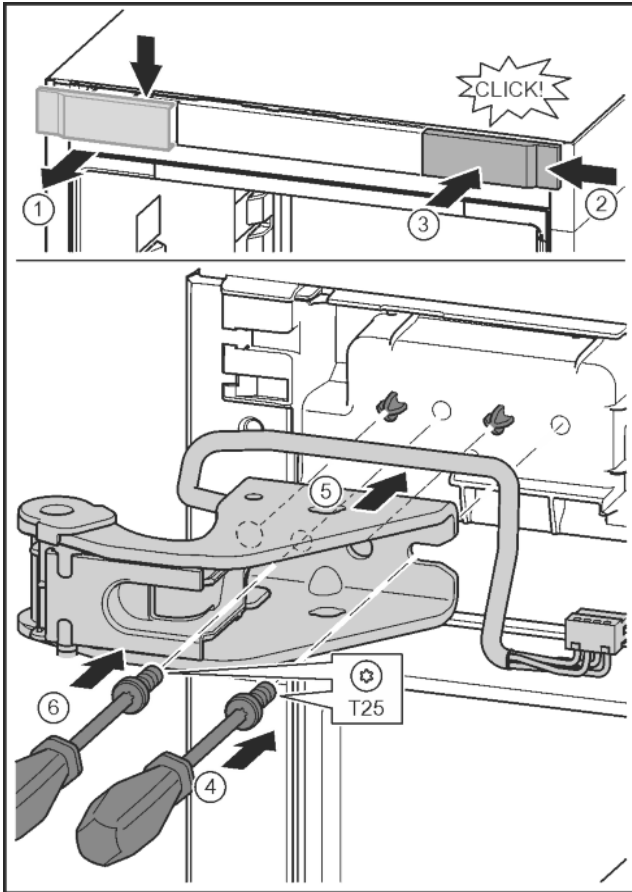

Fig. 27
- ▶ Abdeckung mit Hilfe eines Schraubendrehers lösen und seitlich abnehmen. Fig. 27 (1)
- ▶ Abdeckung um 180° gedreht auf der anderen Seite von rechts einhängen. Fig. 27 (2)
- ▶ Abdeckung einrasten. Fig. 27 (3)
- ▶ Schraube mit Schraubendreher T25 ansetzen. Fig. 27 (4)
- ▶ Oberen Lagerbock ansetzen. Fig. 27 (5)
- ▶ Schraube festdrehen. Fig. 27 (4)
- ▶ Schraube mit Schraubendreher T25 einsetzen und festdrehen. Fig. 27 (6)